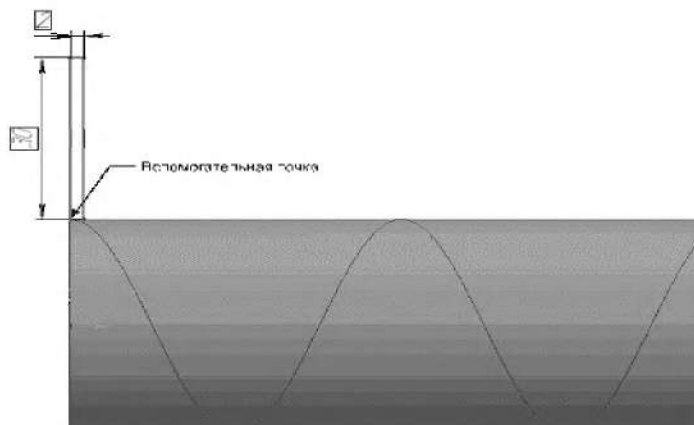

Рисунок 4.7. Эскиз-сечение шнековой спирали
8. Теперь легко вычертить прямоугольник 2×30 мм, вершина которого находится в начале спирали (рисунок 4.7). Закройте эскиз, и в Дереве модели появится строка «Эскиз:3».